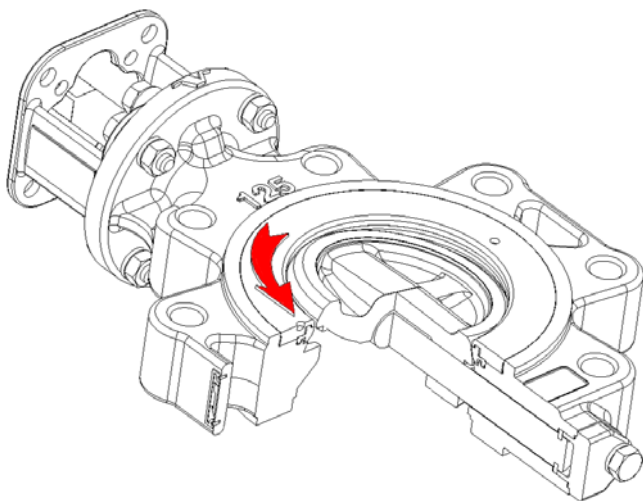
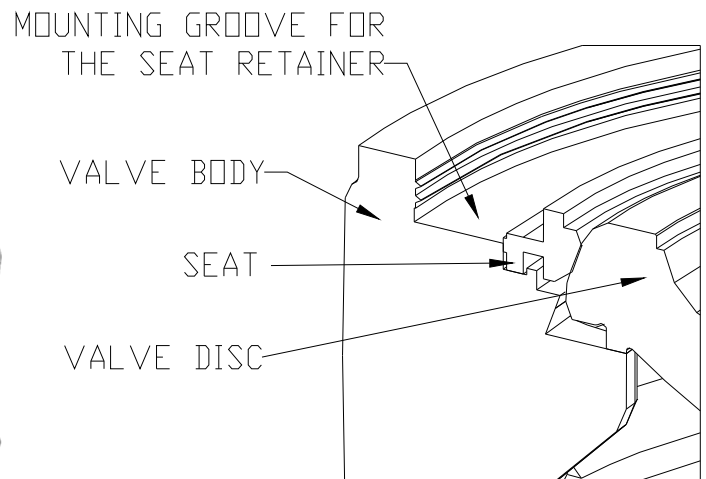

Fig.19
Fig.20
- 13.2.5 将阀瓣逆时针方向转到微开位置，将压环以逆时针方向旋转取下(Fig.19)，再将阀座(SEAT)取下。(Fig.20)